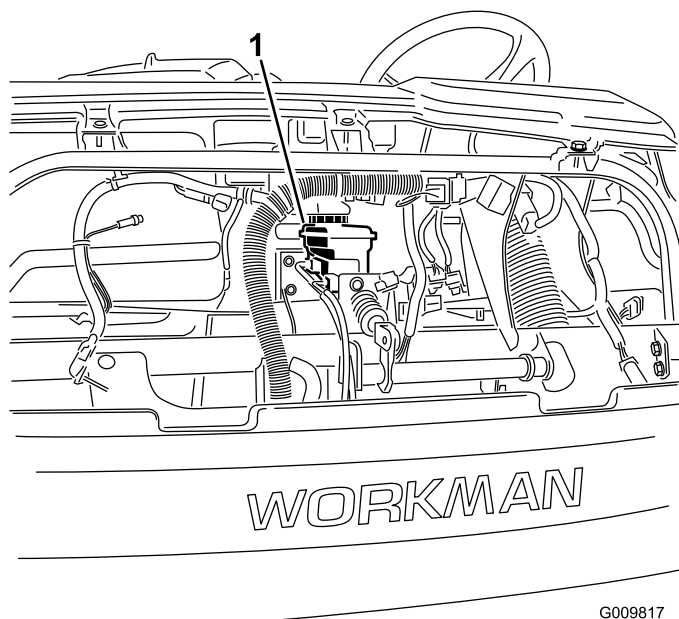

Figure 22
**Remarque:** Vous pouvez enlever le capot d'accès au réservoir à l'avant de la machine (Figure 22).